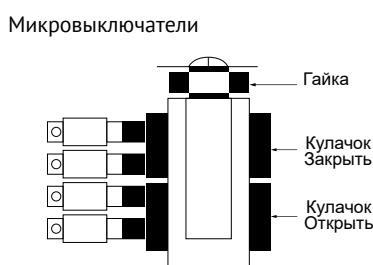

рис. 1
- используя ручной дублер, переведите электропривод в положение «Открыто», ослабьте гайку (**рис. 1**), фиксирующую кулачки на рабочем валу электропривода.